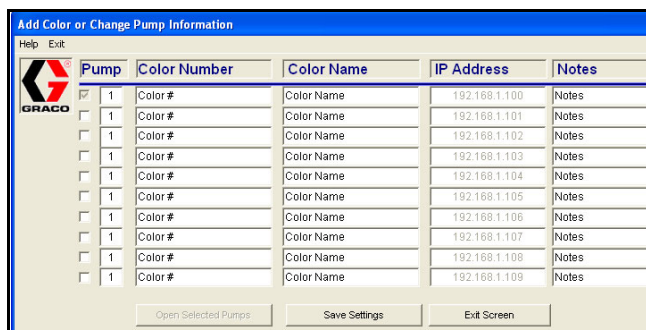

図 20. 多数の VFD への接続
5. 新しいポンプ情報を入力します。図 20 を参照してください。接続済みの各ドライブの隣のボックスにチェックマークを入れます。